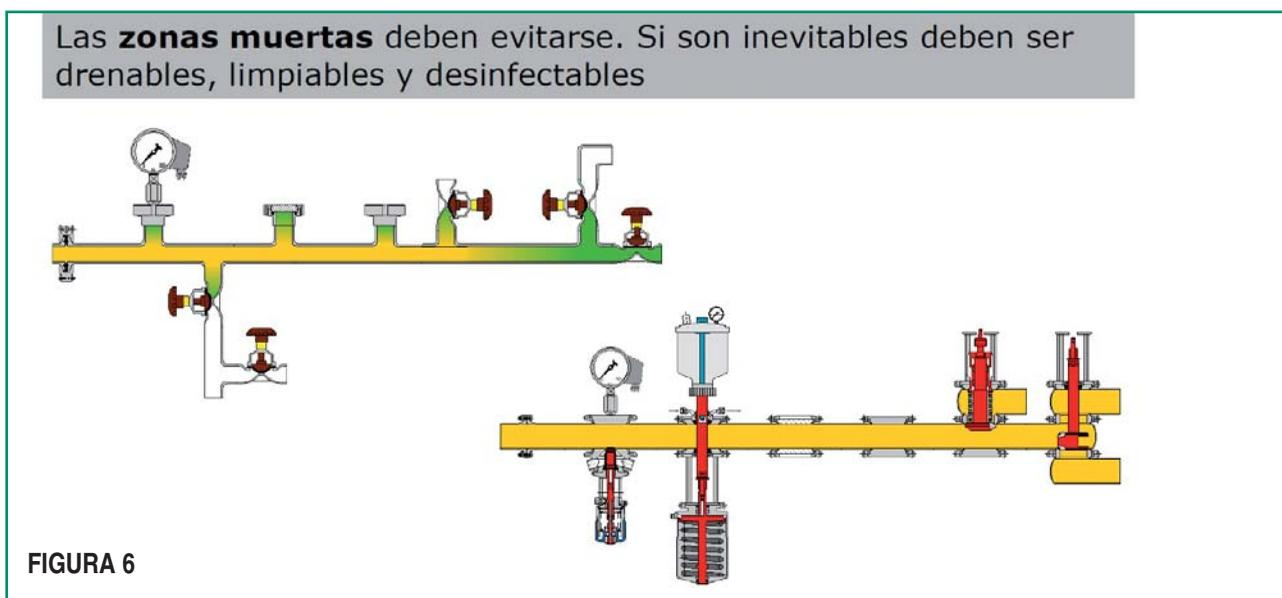

FIGURA 7
- **Las uniones deben ser estancas e higiénicas.** Deben ser estancas por motivos obvios, para evitar que en la unión de dos tuberías se pierda producto, pero sobre todo para evitar que entre contaminación del exterior. Higiénicas quiere decir que la superficie interna de la unión sea lisa y fácil de limpiar. Muchas veces en las uniones se ponen mangueras flexibles, ajustando con una abrazadera la zona de contacto entre la parte flexible y la parte metálica (Figura 7). En el interior, entre la goma y el metal se acumula suciedad, y eso no se des-